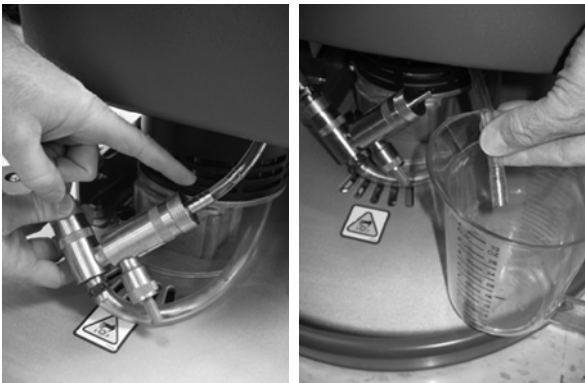

FIG. 70
3. Débranchez du dispositif d'injection l'autre extrémité du tuyau d'alimentation FaST et videz le détergent du tuyau d'alimentation (Figure 70). Rebranchez le tuyau après la vidange.